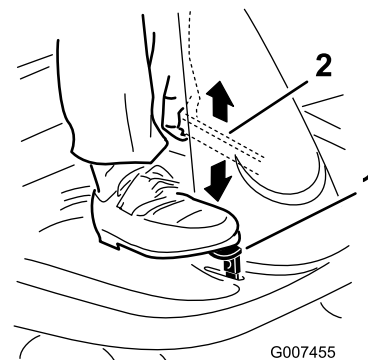

Figura 5
1. Premere il pedale del freno e tenerlo premuto (Figura 5).
2. Alzate la leva del freno di stazionamento (Figura 5) ed alzate lentamente il piede dal pedale del freno.
2. Premere la leva del freno di stazionamento (Figura 5) e rilasciare lentamente il pedale del freno.